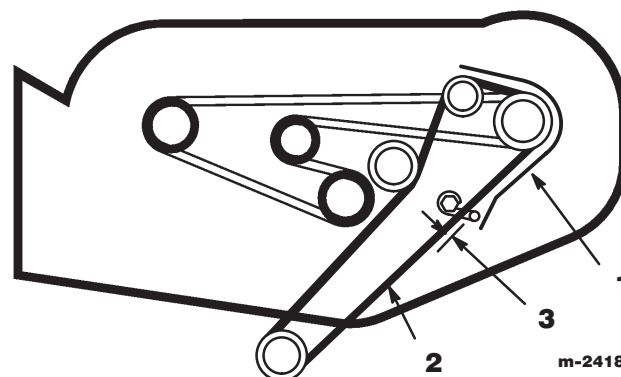

Abbildung 30
2. Die Befestigungsschrauben der linken Riemenscheibenabdeckung und die Abdeckung entfernen. Den Mähwerkriemen abnehmen (Abb. 30).
2. Die linke Riemenscheibenabdeckung mit den zuvor entfernten Befestigungsschrauben anbringen (Abb. 30).
4. Die Riemenführung so einstellen, daß der Abstand zwischen Riemen und Führung 4 mm (1/8") beträgt (Abb. 30).